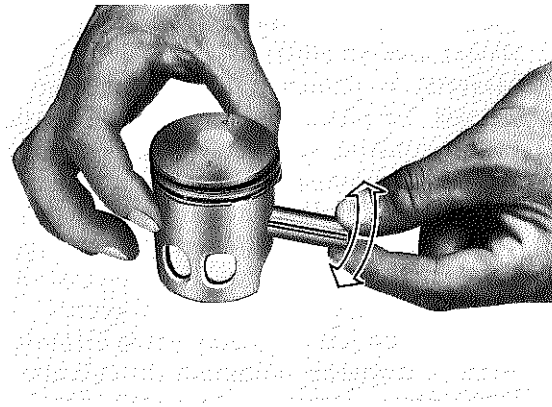

Fig. 3-3-8
5. The piston pin should have no noticeable freeplay in piston. If the piston pin is loose, replace the pin and/or the piston. (Fig. 3-3-8)
En cas d'ajustage lâche, remplacer l'axe et/ou le piston (Fig. 3-3-8).
5. Der Kolbenbolzen darf kein fühlbares Spiel im Kolben haben. Wenn der Bolzen lose ist, muß der Bolzen und/oder der Kolben ausgewechselt werden. (Fig. 3-3-8)